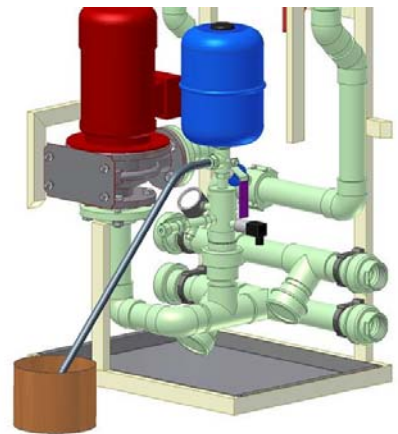

图 4.2-5
3. 将阀 V160 的阀杆（图 4.2-5 中标紫色部分）旋转 90°，从而使阀门不对着操作人员（对着墙）。这样就关闭了一次侧回路，只会流出扩展容器内的液体。